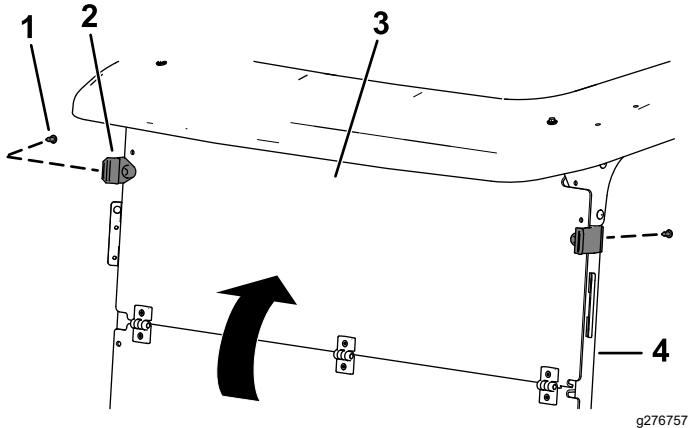

Figura 7
- Dispionate il parabrezza e fissate la sua parte superiore ai tubi di supporto del tettuccio utilizzando i 2 morsetti di gomma e i 2 rivetti corti di plastica nei fori inferiori (Figura 7).